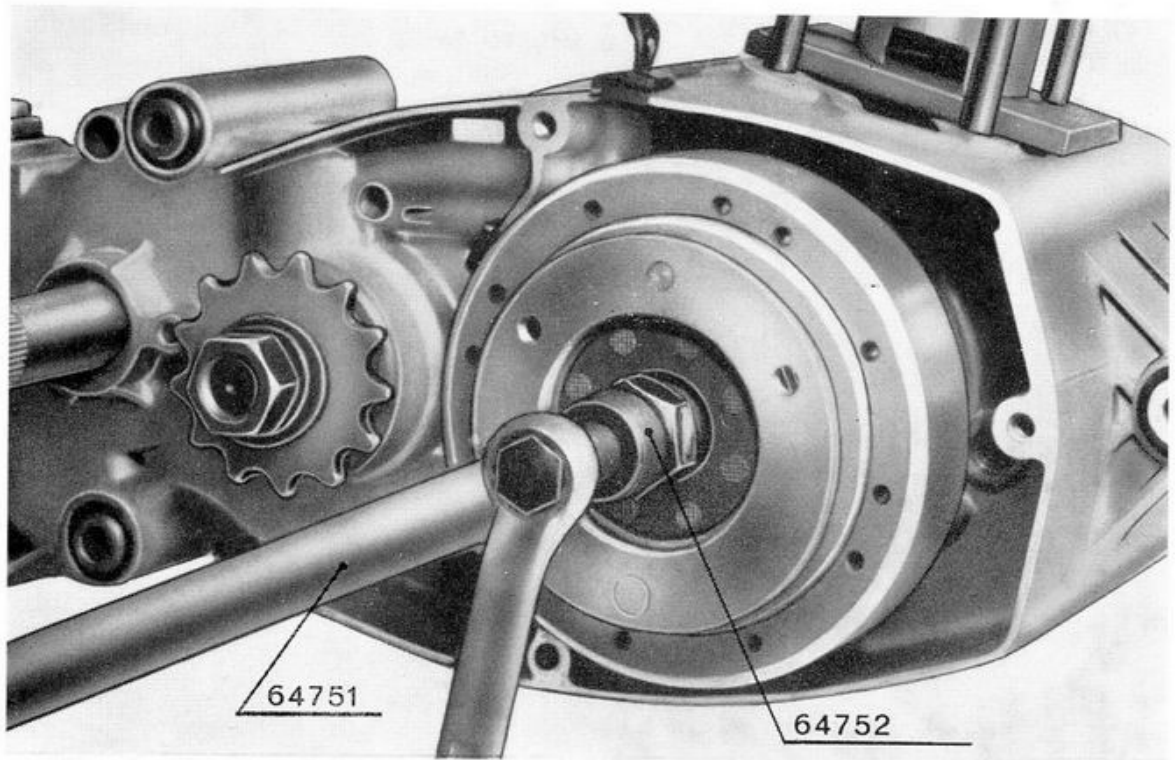

Fig. 2 - Come estrarre il volano magnete, usando gli attrezzi 64751 - 64752
5. Fig. 2 - Avvitare l'estrattore 64752 nella sede filettata del volano, avvitare la vite centrale dell'estrattore per rimuovere il volano dall'estremità dell'albero motore.